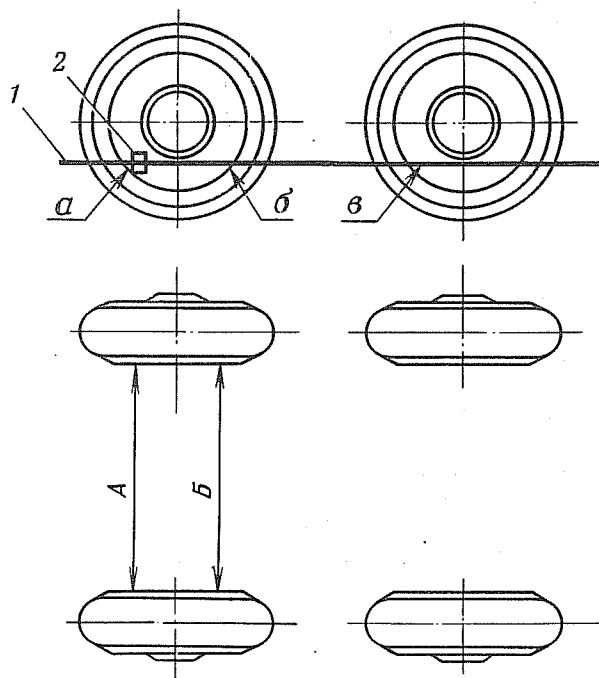

Рис. 79. Проверка сходжения передних колес:
3.2.1. Натянуть шнур 1 (рис. 79) с касанием о боковые выпуклости шин в точках *a*, *б*, *в* и с касанием снизу о диски колес, подложив в точке *a* пластину толщиной 1 мм (толщина пластины выбрана из расчета компенсации разницы в размерах колес передних и задних колес, а также с учетом угла развала и установки угла сходжения передних колес).